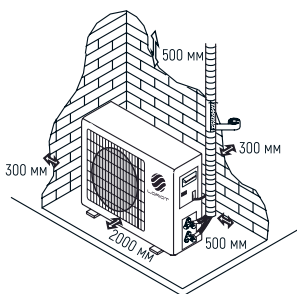

Рис. 5
9. Оставьте расстояние между прибором и стеной или потолком, как показано на рисунке (Рис. 5)
5. Оставьте расстояние между прибором и какими-либо объектами, как показано на рисунке (Рис. 5), чтобы обеспечить свободную циркуляцию воздуха.